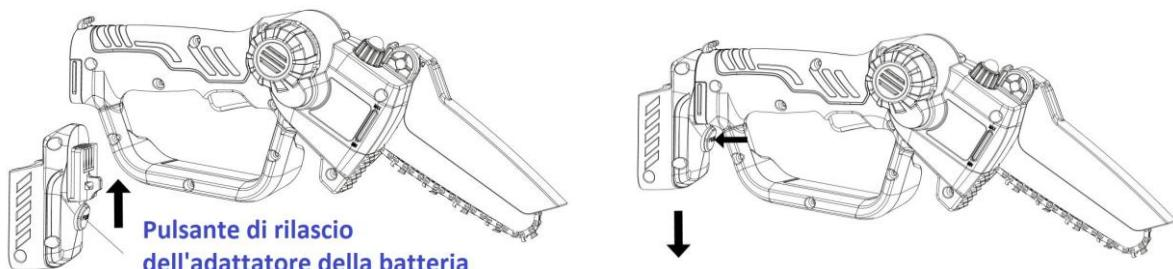

Fig. 2
4.4- Installazione/rimozione dell'adattatore della batteria (Fig. 2)
- Inserire completamente l'adattatore batteria (5) nell'utensile elettrico lungo l'asola della guida, fino allo scatto in posizione.
- Per sbloccare l'adattatore della batteria, premere il pulsante di rilascio dell'adattatore della batteria (8), quindi estrarre l'adattatore dall'utensile elettrico.